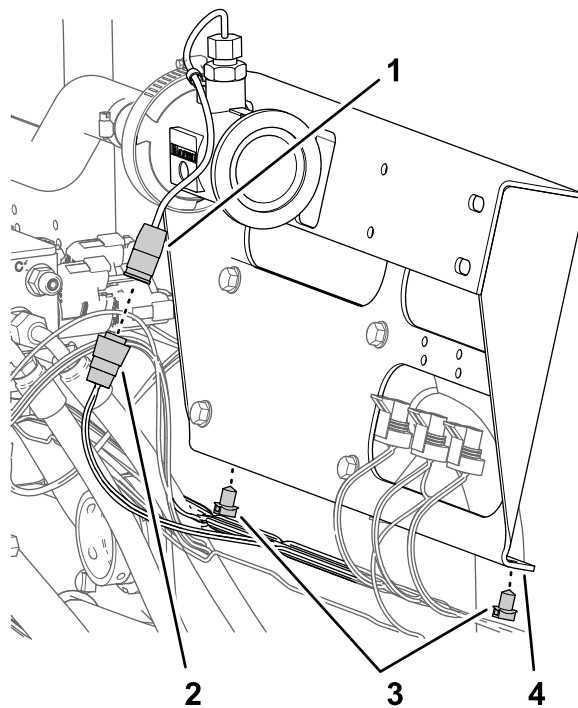

Figura 70
1. Desligue o conector de três tomadas da cablagem da máquina rotulada FLUXÍMETRO (flow meter) do conector de três pinos do fluxímetro (Figura 70).
2. Retire os dois fixadores de pressão da cablagem da máquina da flange inferior do suporte da válvula de secção (Figura 70).